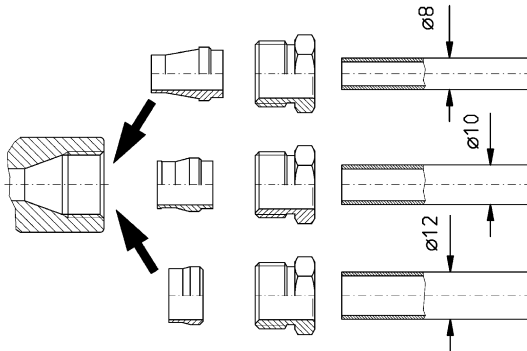

Figure 2: Kit de raccordement universel Afriso-Eurojauge
4. Assembler les éléments selon la figure 2. Respecter le couple de serrage max. de 25 Nm.